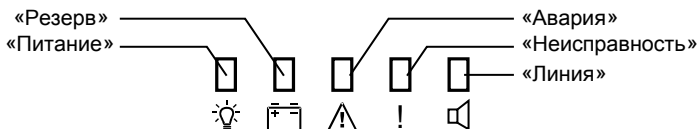

Рисунок 1
1.4.6 Индикация режимов работы блока осуществляется посредством пяти индикаторов (см. Рис. 1) и встроенного звукового сигнализатора.
Для перевода блока в режим «Определение состояния АС» необходимо на датчике вскрытия корпуса набрать специальную кодовую комбинацию (одно длинное-три коротких нажатия-одно длинное). Блок переходит в режим «Определение состояния АС» и индикатор «Линия» (см. Рисунок 1) начинает часто мигать, после чего производится контроль и сохранение сопротивления нагрузки линии оповещения. Если при контроле сопротивление нагрузки < 3 Ом или > 21 Ом, выход будет находиться в состоянии «КЗ» или «Обрыв» соответственно.